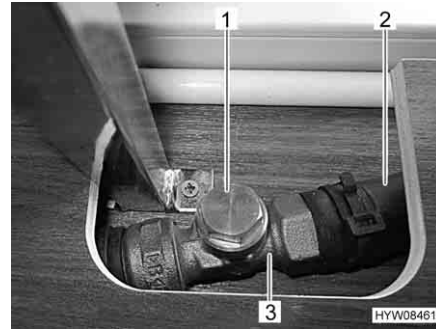

Fig. 121 Valvola aperta
- Afferrare la tubatura di bypass (Fig. 121,2) dietro la valvola (Fig. 121,3). Il tubo flessibile deve essere tiepido.
- Se il tubo flessibile non è tiepido, controllare la regolazione della valvola. Se la valvola è chiusa, ruotare il coperchio della valvola (Fig. 121,1) in senso antiorario.